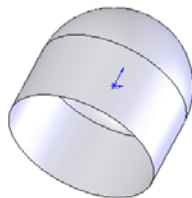

图 6-85 旋转曲面后的图形
**09** 设置视图方向。单击“前导视图”工具栏中的“旋转视图”图标，将视图以合适的方向显示，结果如图 6-85 所示。